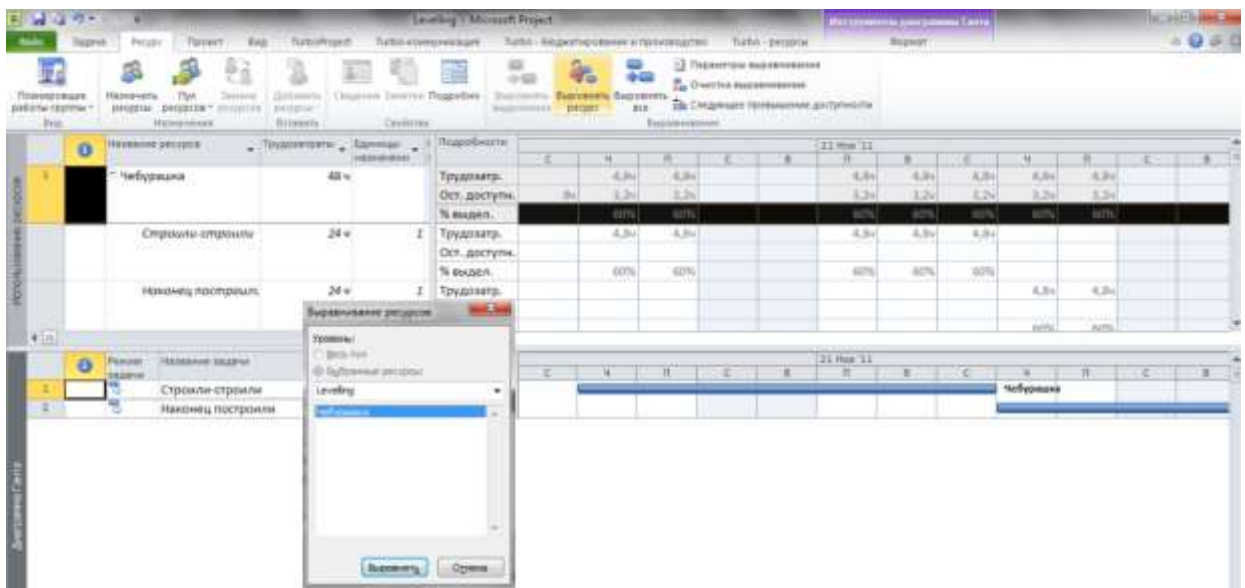

Рис. 11.6 - Пример расчета проекта с выравниванием ресурсов
Если же мы проведем выравнивание по нашему ресурсу, то работы, на которых занят ресурс Чебурашка, сдвинулись во времени и теперь выполняются последовательно. Загрузка ресурса в любой момент времени не превышает 60%, Рис. 11.6.
2. Если необходимо выровнять конкретные ресурсы в проекте, то нужно нажать на пиктограмму «Выровнять ресурс», Рис. 11.6, выбрать